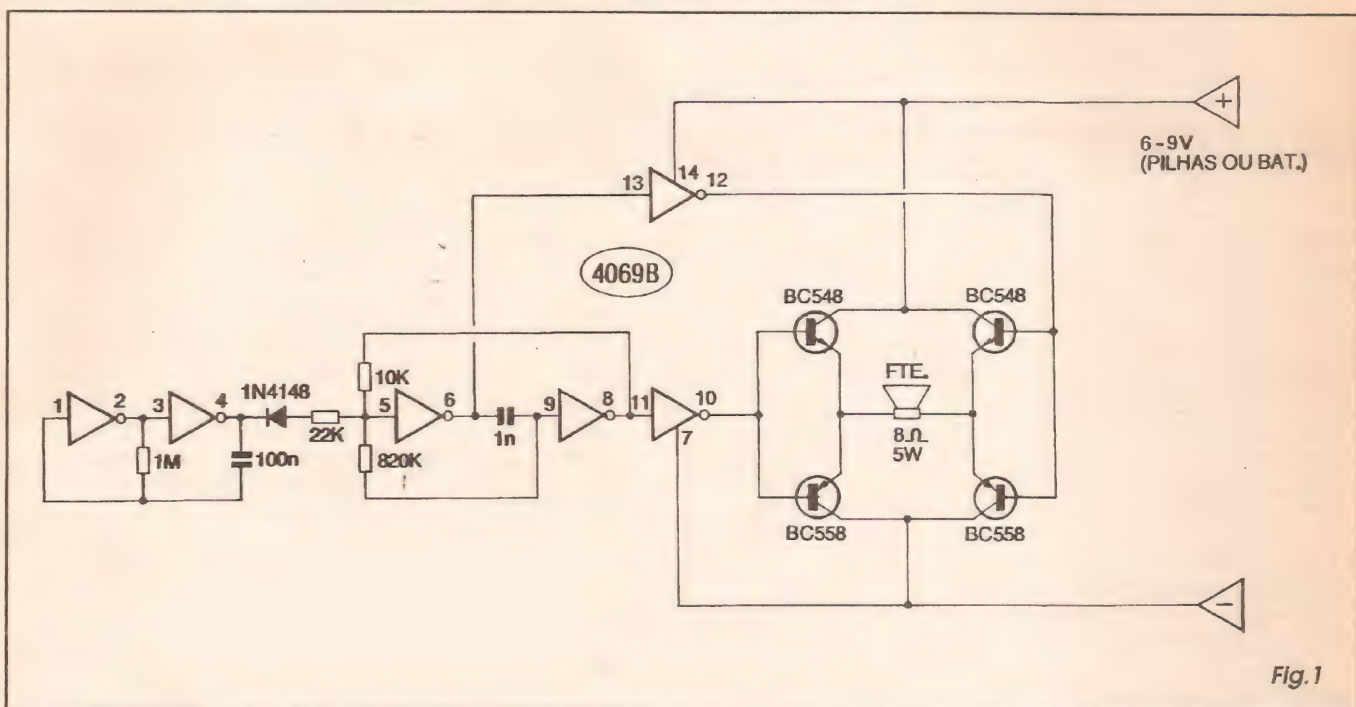

Fig. 1
- FIG. 1 - DIAGRAMA ESQUEMÁTICO DO CIRCUITO - Buscando obter (como já foi mencionado) frequência, timbre, modulação e forma de onda absolutamente otimizadas, para se conseguir o máximo de *pressão sonora aparente*, optamos por um circuito de funcionamento teórico complexo, porém de implementação prática ultra-simples, totalmente cen-